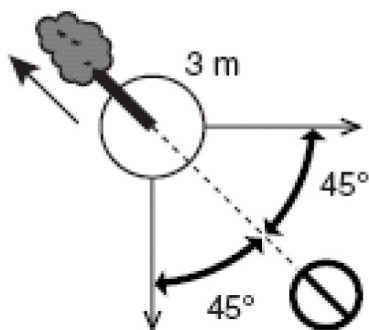

Рис. 13
3. Когда дерево начнет падать, путь отхода должен быть направлен по диагонали в сторону, противоположную направлению падения, под углом 45 градусов, и вы должны отойти минимум на 3 метра от ствола, на тот случай, если во время падения комель дерева отскочит в сторону (рис. 13)